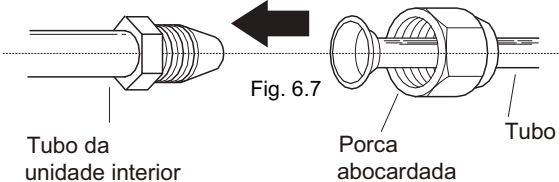

Fig. 6.7
- Alinhe o centro dos dois tubos que irá ligar. Consulte a **Fig. 6.7.**